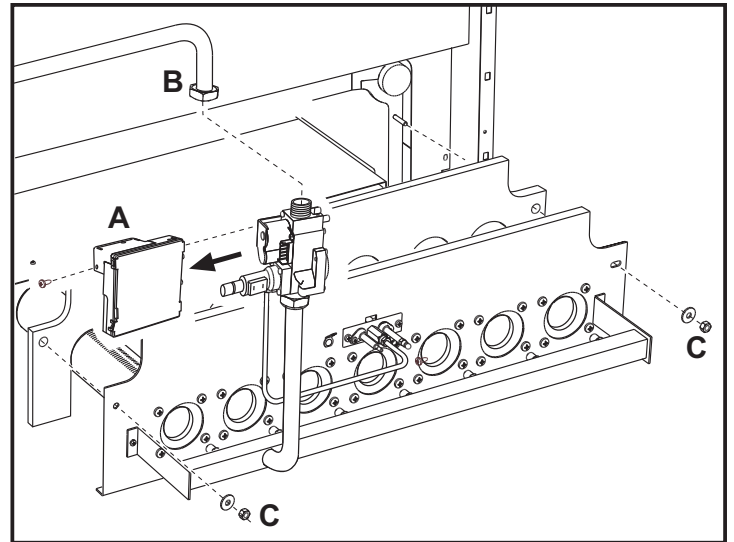
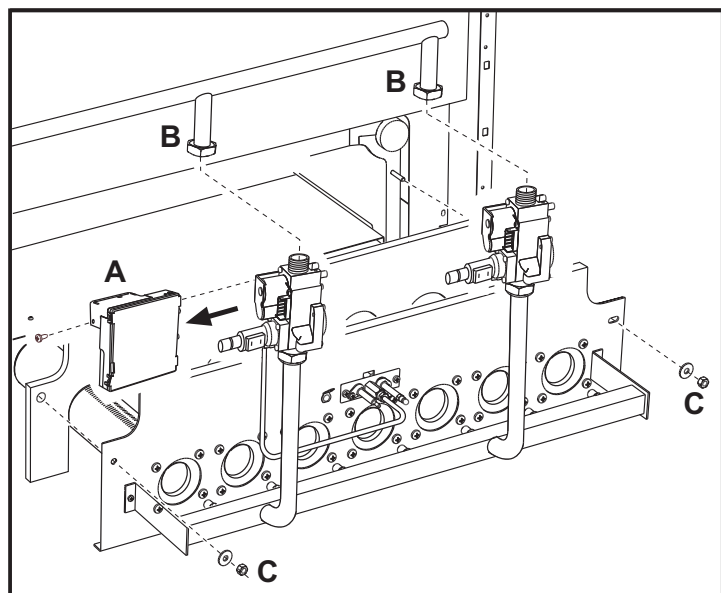

fig. 7 - Modèles PEGASUS - 67 2S, 77 2S et 87 2S
fig. 8 - Modèles PEGASUS -, 97 2S et 107 2S
- Démontez la centrale électronique de contrôle de flamme « A » de la vanne à gaz (fig. 7).
- Pour les modèles 97 2S et 107 2S à 2 vannes, dévisser les 2 vis de fixation des 2 connecteurs électriques qui alimentent la seconde vanne et les dégager (fig. 8).
- Dévisser l'écrou « B » fixant le tuyau d'arrivée du gaz en amont de la vanne à gaz (fig. 7). Pour les modèles 97 2S et 107 2S, dévisser les deux écrous (fig. 8).